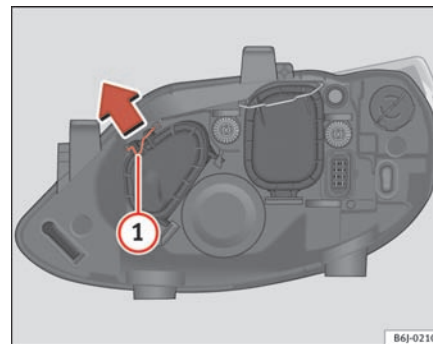

Fig. 140 Fjernlys
- Skub støtten ① i pilenes retning, og tag dækslet af ⇒ side 213, fig. 140.